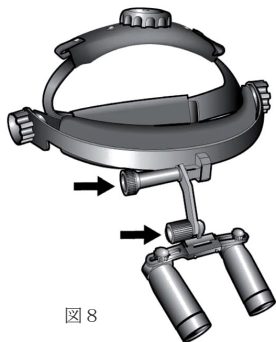

図8
- ・ テレスコプがだいたい目の前に来るように位置してください。両方の調整ノブを少し緩めることで、テレスコプが簡単に動きます。テレスコプを垂直に位置してください。(図8)。